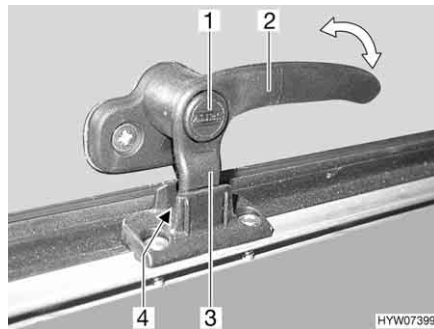
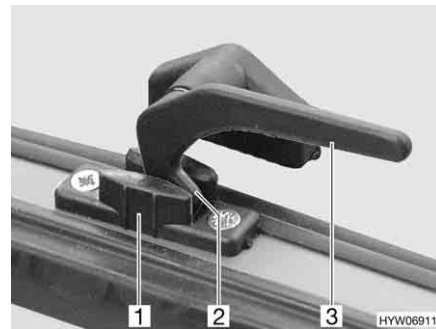

Fig. 91 Alavanca de trava com botão de segurança na posição "Arejamento contínuo"
Fig. 92 Alavanca de trava na posição "Arejamento contínuo"
- Na posição "Arejamento contínuo" (Fig. 91 e Fig. 92)
- Se disponível, prima o botão de segurança (Fig. 91,1) e mantenha-o premido.
- Gire a alavanca de trava (Fig. 91,2 ou Fig. 92,3) um quarto de volta na direção do meio da janela.
- Gire novamente para trás a alavanca de trava. Durante isto, desloque a ponta de trava (Fig. 91,3 ou Fig. 92,2) na alavanca de trava para dentro do entalhe no dispositivo de bloqueio da janela (Fig. 91,4 ou Fig. 92,1).
- Se disponível, largue o botão de segurança (Fig. 91,1).